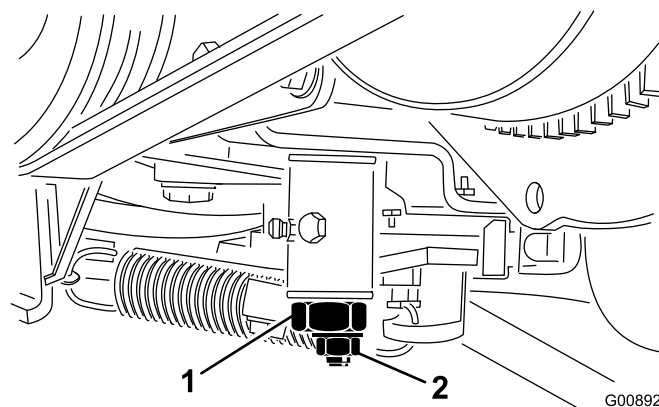

図 54
4. トラクション調整カムのロックナットをゆるめる (図 54)。